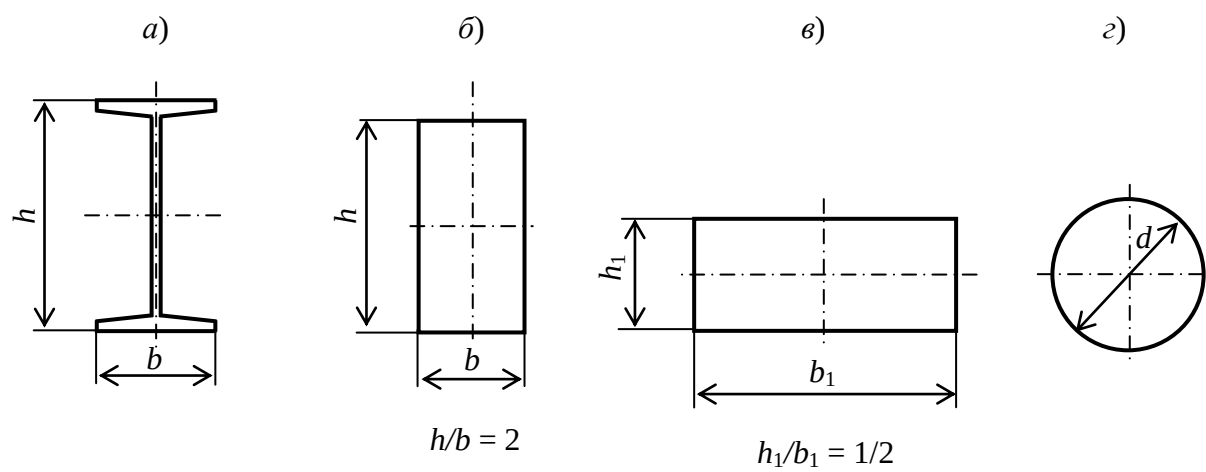

Рис. 2
5. Для заданных форм поперечного сечения балки (рис. 2) определить размеры сечения: а) двутавровое сечение – номер двутавра; б) прямоугольное сечение – высоту h и ширину b ; в) прямоугольное сечение – высоту h_1 и ширину b_1 ; г) круглое сечение – диаметр d .